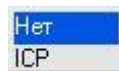

Рисунок 5.5
**Предварительный усилитель** - При нажатии правой кнопкой мыши в данном столбце необходимого канала измерения появляется подменю со списком доступных значений (рисунок 5.5). Также необходимое значение по нужному каналу можно ввести с клавиатуры, нажав предварительно левой клавишей «мыши» на ячейку ввода предварительного усилителя по выбранному каналу. 0 (нет) – нет усиления, 2 (ICP) – подается питание 32 В. В зависимости от выбранного значения лампочка-индикатор каждого канала изменит свой цвет на зеленый (нет предварительного усиления) или красный (ICP), если лампочка не горит, значит, соответствующий канал выключен.
**Предварительный усилитель** - При нажатии правой кнопкой мыши в данном столбце необходимого датчика появляется подменю со списком доступных значений (рисунок 5.5). Также необходимое значение по нужному каналу можно ввести с клавиатуры, нажав предварительно левой клавишей «мыши» на ячейку ввода предварительного усилителя по выбранному каналу. 0 (нет) – нет усиления, 2 (ICP) – подается питание 32 В. В зависимости от выбранного значения лампочка-индикатор каждого канала изменит свой цвет на зеленый (нет предварительного усиления) или красный (ICP), если лампочка не горит, значит, соответствующий канал выключен.